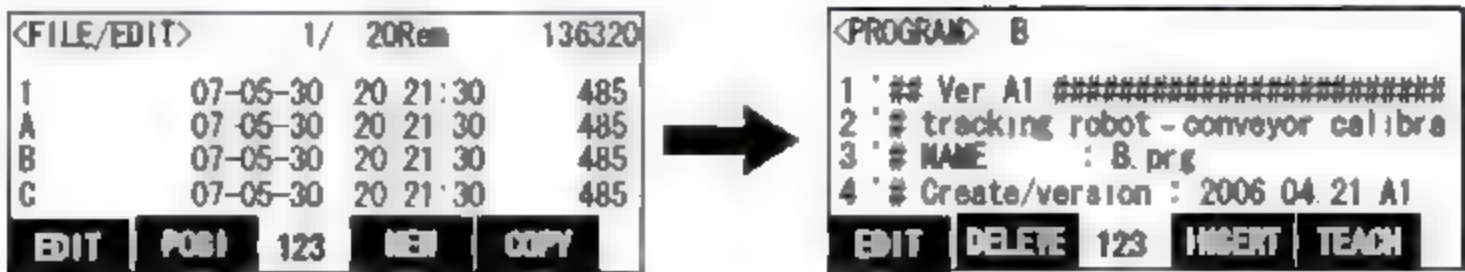

图 29 15 <PROGRAM>屏幕
在机器人上装一个标定用的测针——针尖状检具便于对准工件标记点,如图 29 9 所示。
- (3) 在屏幕上出现<TITLE>时，按下 Exe 键，出现<MENU>屏幕，如图 29 13 所示。